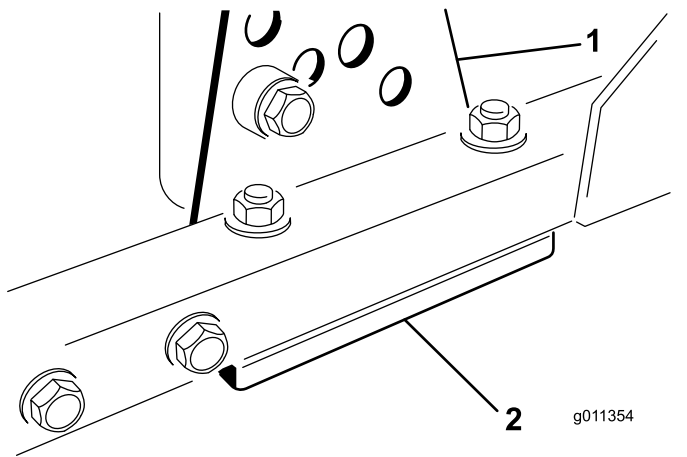

Figure 89
1. Retirez le support de hauteur de coupe (avant, gauche ou droit) du cadre de l'unité de coupe (Figure 89).
2. Insérez des cales de 1,5 mm (0,060 po) et/ou des cales de 0,7 mm (0,030 po) entre le cadre de l'unité de coupe et le support pour obtenir la hauteur de coupe voulue (Figure 89).